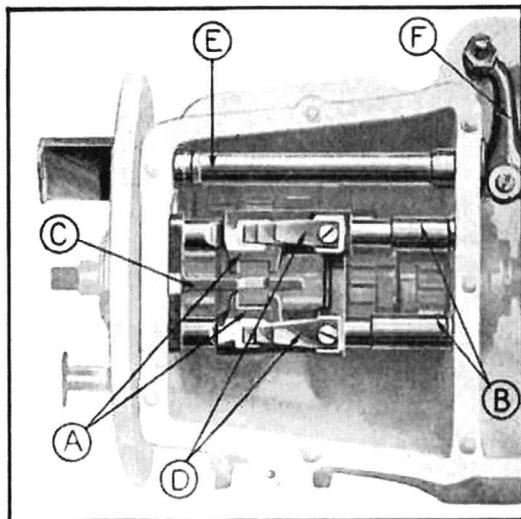

Fig. 160 — Commandes du changement de vitesses
17.—Frapper avec un maillet sur l'extrémité fileté des axes jusqu'à dégagement de la chape de verrouillage, enlever cette dernière avec ses rondelles spéciales de réglage (fig. 160).